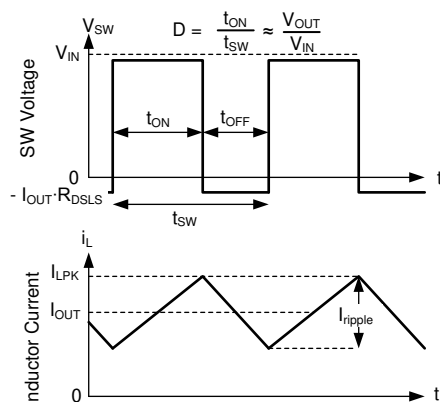

图 9-16. 连续导通模式 (CCM) 下的 SW 电压和电感器电流波形
有关器件的以下运行说明，请参阅 节 9.2 和 图 9-16 中的波形。在 CCM 中，该器件以变化的占空比 (D) 打开内部高侧 (HS) 和低侧 (LS) NMOS 开关，从而提供稳定的输出电压。在 HS 开关导通期间，SW 引脚电压 V_{SW} 摆动至大约 V_{IN} ，电感器电流 i_L 以线性斜率增加。HS 开关由控制逻辑关闭。在 HS 开关关闭时间 t_{OFF} ，LS 开关打开。电感器电流通过 LS 开关放电，这会强制 V_{SW} 通过 LS 开关两端的压降摆动到地电位以下。转换器环路调节占空比以保持恒定的输出电压。D 由 HS 开关在开关周期内的导通时间定义：